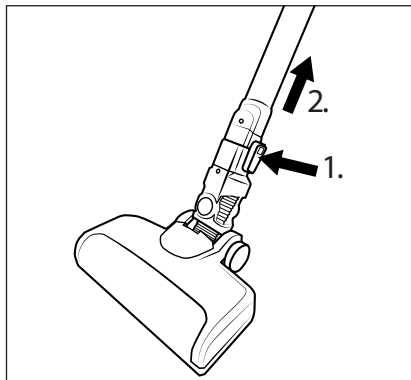

Fig. 12
- ♦ Para desmontar el cepillo para suelos (22) del tubo de aspiración (24), mantenga pulsado el botón de desencastre del cepillo para suelos (23) y tire del tubo de aspiración (24) para extraerlo del cepillo para suelos (22) (consulte la fig. 12).